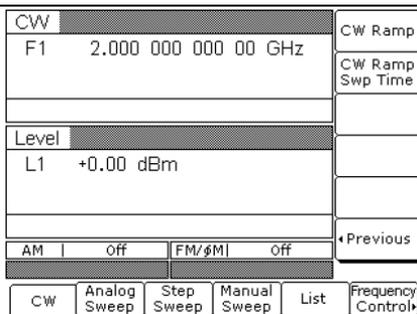

Рис. 3-18. Меню CW Ramp
Чтобы включить пилообразное изменение незатухающих колебаний (CW Ramp) из меню незатухающих колебаний (CW), нажмите сначала кнопку CW Ramp>, а после появления меню CW Ramp (Рис. 3-18) нажмите CW Ramp [CS1].